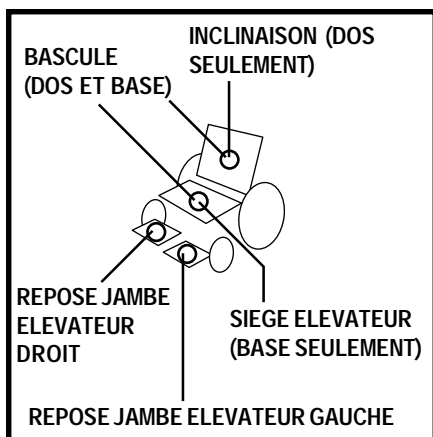

Figure 6. Sélection actionneurs
Le contrôleur VR2 peut commander deux actionneurs via le bouton MODE et la manette. L'actionneur sélectionné est indentifié par un voyant lumineux. Voir la figure 6.
3. Poussez la manette vers la droite pour choisir un actionneur. Les voyants indiqueront quel actionneur est sélectionné voir la figure 6.